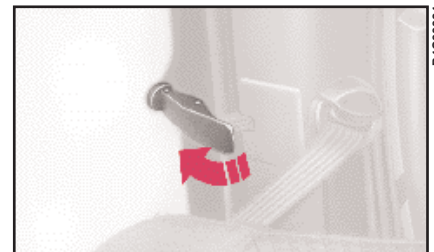

fig. 64
1) Spostare la leva come indicato in (fig. 64).